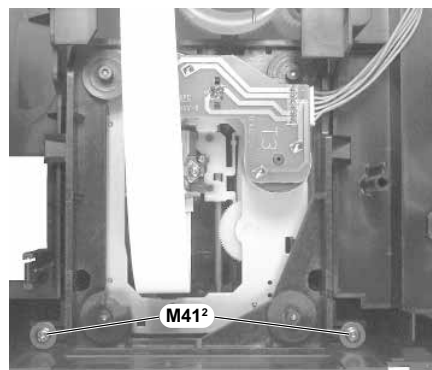

Fig. 20
- Die beiden Schrauben M41² (Fig. 20) auf der Unterseite heraus-schrauben und das CD-Laufwerk mit dem Laufwerkrahmen von unten herausnehmen.
- Undo the two screws M41² (Fig. 20) on the bottom and remove the CD drive mechanism together with the frame from the bottom.